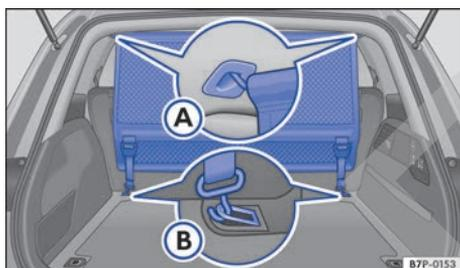

Fig. 205 En el maletero: montaje de la red de separación detrás del asiento trasero.
- Enganche la red de separación en el alojamiento izquierdo del techo → fig. 205 (A). Asegúrese de tirar de la varilla transversal hacia abajo más allá de la posición superior.
- Enganche la red de separación en el alojamiento derecho del techo comprimiendo la varilla transversal → fig. 205 (A).
- Enganche los dos ganchos de la red de separación en las argollas de amarre del maletero → fig. 205 (B) y tense bien los cinturones de fijación.
- Desenganche los ganchos de la red de las argollas de amarre → fig. 205 (B).
- Desenganche la red de separación del alojamiento derecho del techo → fig. 205 (A) comprimiendo la varilla transversal.